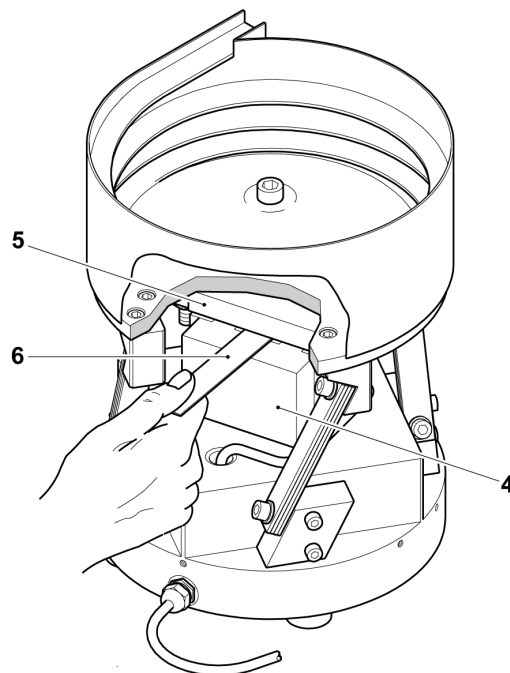

Figure 22
3. L'espace entre la bobine magnétique (4) et la culasse (5) est à régler au moyen d'une jauge (6) et doit comporter entre : (reg. Figure 22)